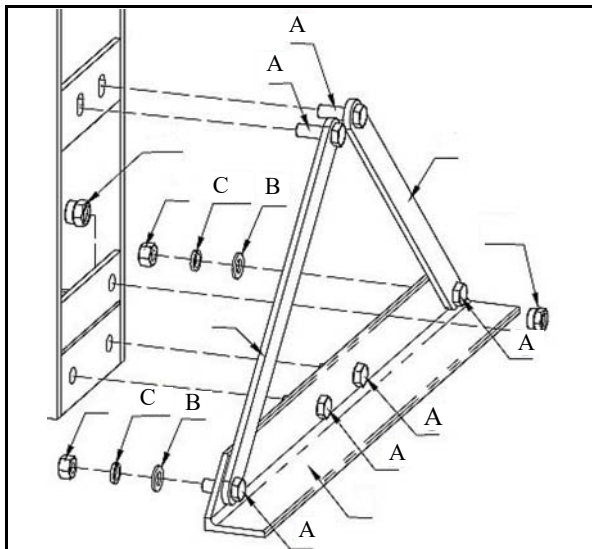

Abb. 8: Querfuß montieren
Schritt 1: Auf beiden Seiten des Gestells den Querfuß und die zwei Querstreben mit den Schrauben (A), Scheiben (B), Federringe (C) und Muttern am Gestell anschrauben (siehe Abb. 8).